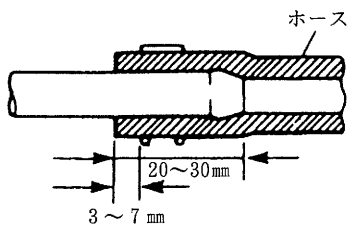

図1-3-1 ホースの接続
- フューエル及びフューエルベーパーホースの接続は、パイプの形状によって各々異なる。ホースを接続するときは、確実にパイプにホースを取り付け、各々のホースをクランプで固定する。(図1-3-1参照)